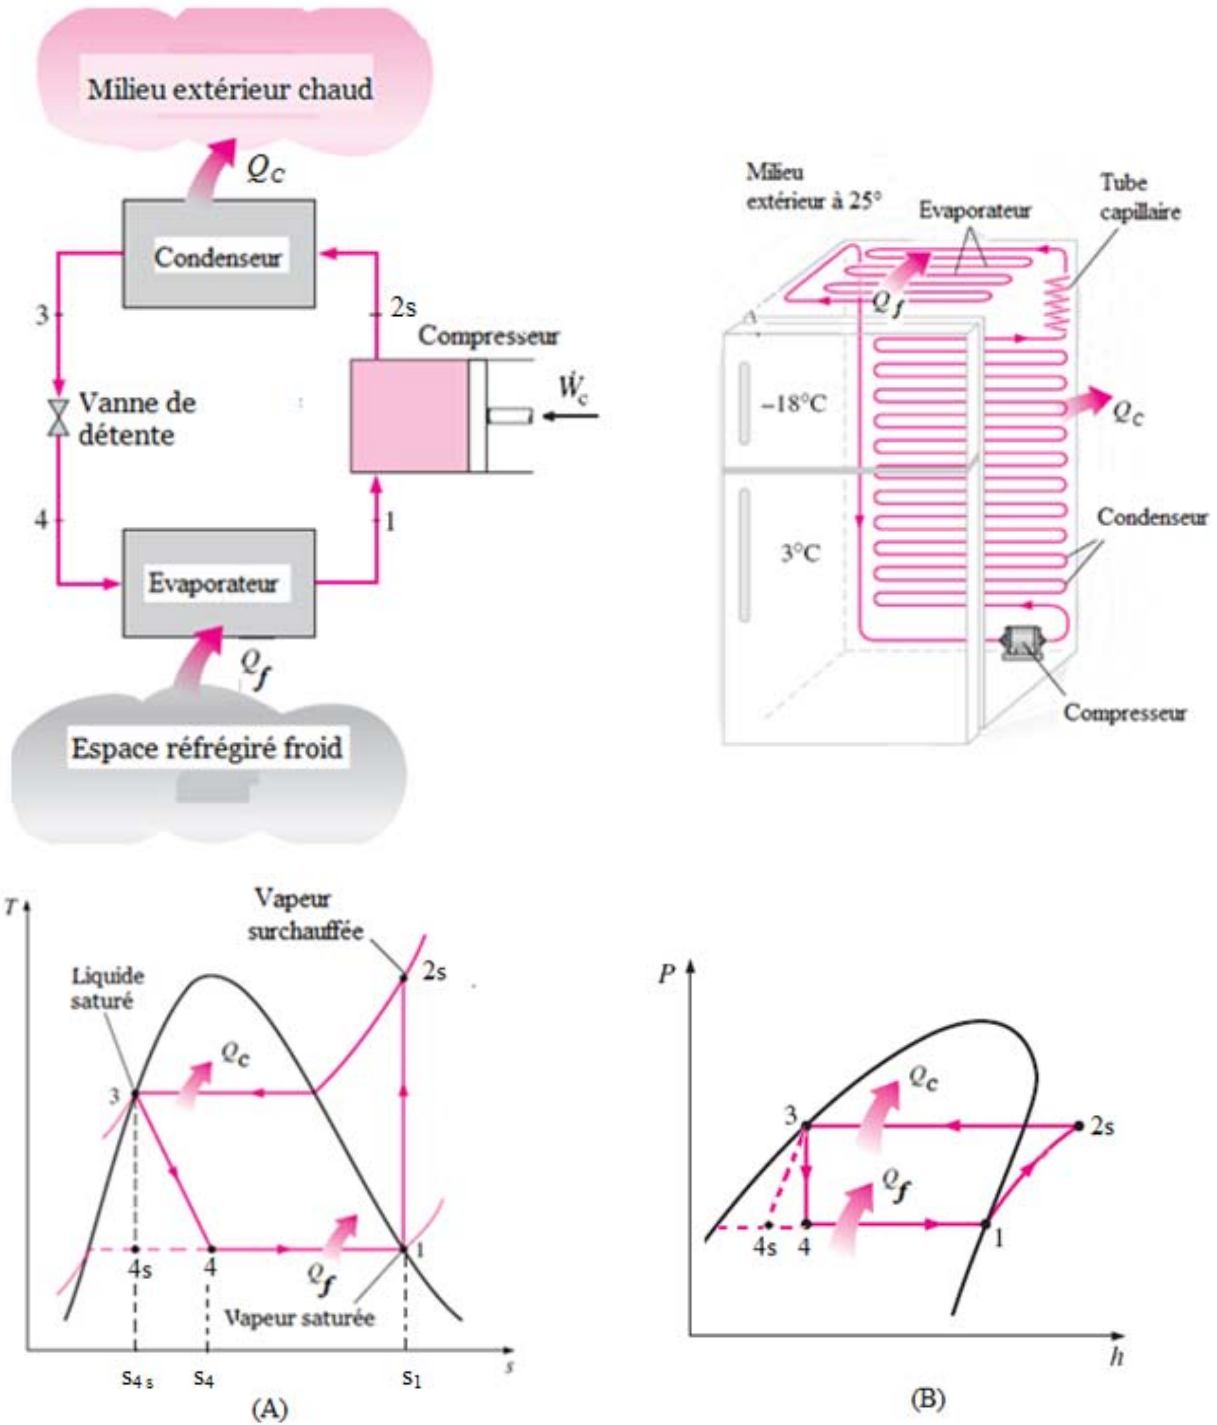

Figure 11.3 Cycle idéal d'une machine frigorifique représenté sur (A) diagramme (T-s) – (B) diagramme (P-h)
Le cycle idéal (Fig. 11.3) diffère du cycle de Carnot par la présence d'une vanne de détente à la place de la turbine et par le fait que ce cycle n'évolue pas entièrement dans la zone de la vapeur humide.
- Dans le cycle idéal d'une machine frigorifique (Fig.11.3), le fluide frigorifique subit une détente isenthalpique (3-4) et non pas isentropique (3-4s) comme dans le cas du cycle de Carnot. Cela entraîne une perte de l'effet frigorifique (surface (4s-4-S4-S4s-4s), Fig.11.3A ou segment (4-4s) Fig.11.3B). Pour éviter cette perte, on doit refroidir le fluide frigorifique à la sortie du condenseur de façon à récupérer la quantité de froid perdue. Cette question fera l'objet du prochain paragraphe.